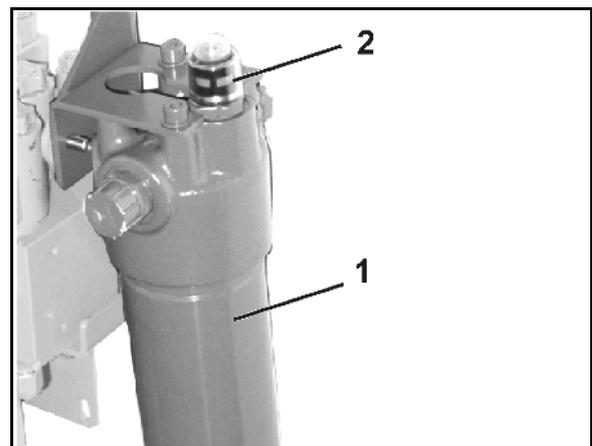

Fig. 97
1. Soltar la boquilla de engrase (Fig. 97/1) de la brida de conexión (Fig. 97/2) del árbol de transmisión, a través de la apertura situada en la parte inferior del embudo de protección.
2. Retirar el tornillo cizallable (Fig. 97/4) situado entre la brida de horquilla (Fig. 97/3) del árbol de transmisión y la brida del árbol de entrada del engranaje.